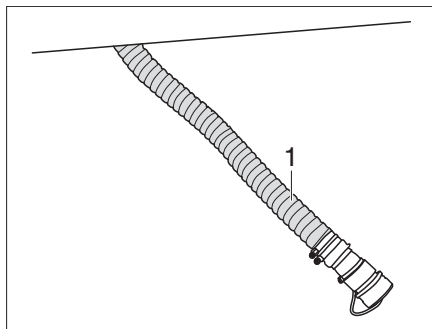

Bild 387 Töm kassett till toalett med kvarn
- Lossa tömningsslangen (Bild 387,1) under fordonet och dra den till hanteringsanläggningen.
- Låt tömningsslangen (Bild 387,1) vara i hanteringsanläggningen.
- Förvara tömningsslangen (Bild 387,1) under fordonet.